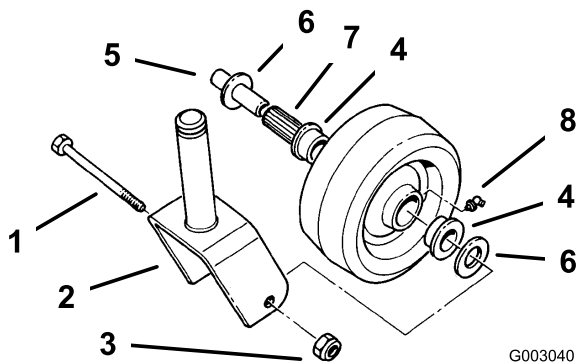

Figure 39
1. Enlevez le contre-écrou et le boulon de fixation de la roue pivotante à la chape (Figure 39).
2. Enlevez une bague, puis sortez la douille pour clé et le roulement à rouleaux du moyeu de roue (Figure 39).
3. Enlevez l'autre bague du moyeu, puis nettoyez la graisse et les saletés éventuellement présentes dans le moyeu (Figure 39).
moyeu. Remplacez les pièces endommagées ou usées (Figure 39).
5. Pour le remontage, placez une bague dans le moyeu de la roue. Lubrifiez le roulement à rouleaux et la douille pour clé, et insérez-les dans le moyeu. Mettez la deuxième bague dans le moyeu (Figure 39).
6. Montez la roue pivotante dans la chape à l'aide du boulon et du contre-écrou. Serrez le contre-écrou jusqu'à ce que la base de la douille pour clé soit en appui contre l'intérieur de la chape (Figure 39).